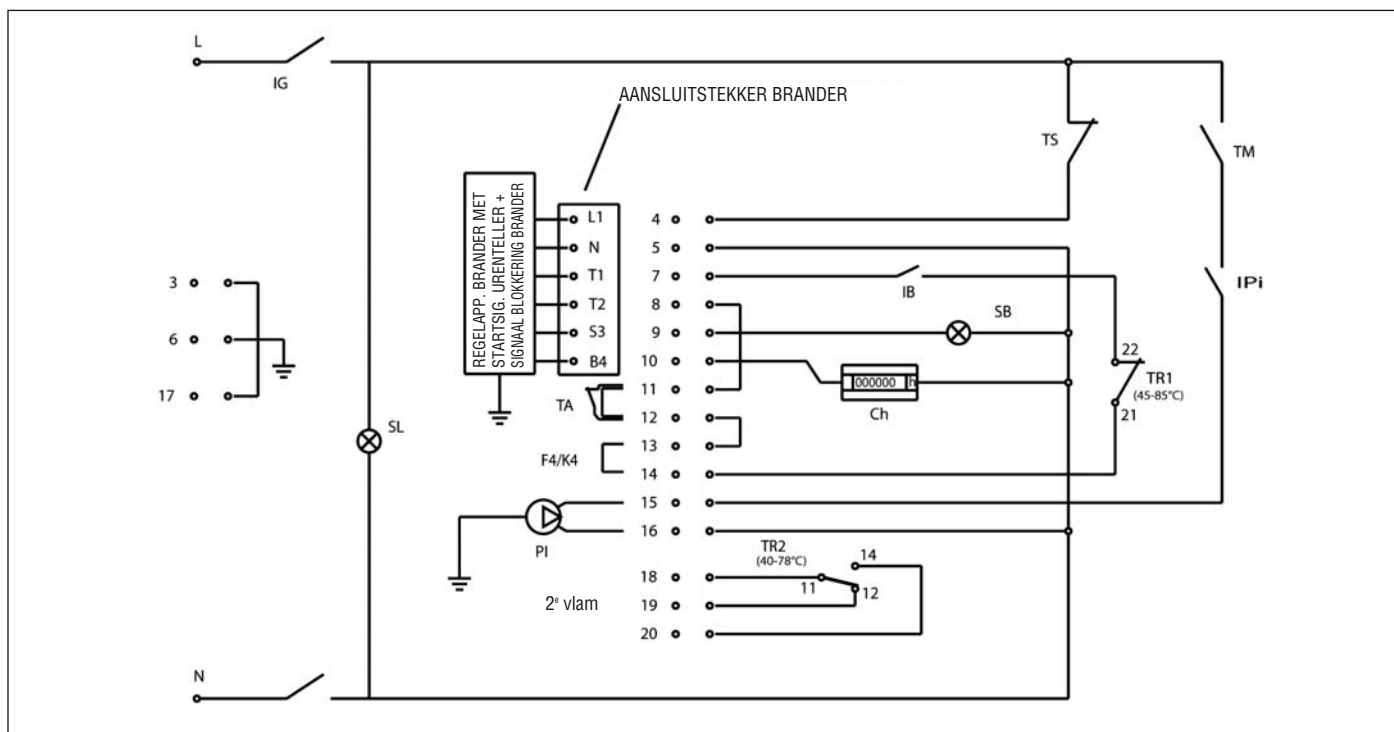

Fig. 17
7.2 Elektrisch schema voor brander en eenfasepomp (Fig. 17)
10.4 Reiniging van de verwarmingsketel (Fig. 17)